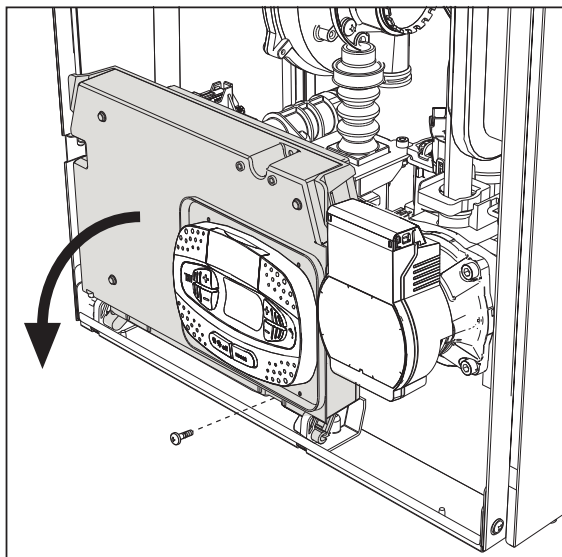
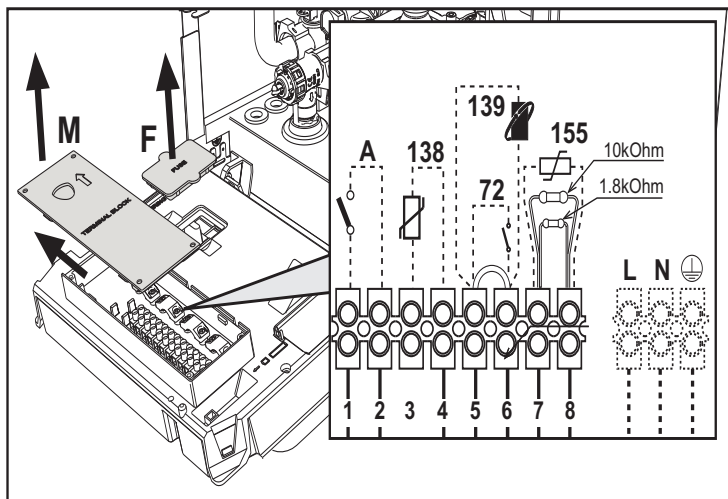

рис. 20
рис. 21
После снятия передней панели ( \*\*\* 'Открытие передней панели' on page 83 \*\*\* ) можно получить доступ к клеммной колодке (М) и предохранителю (F), действуя согласно нижеприведенным указаниям (рис. 20 и рис. 21). Клеммы, указанные на рис. 21, должны иметь чистые контакты (не 230В). Расположение зажимов и их назначение показаны также на электрической схеме на рис. 58.
### Конфигурация выключателя ON/OFF (А рис. 21)